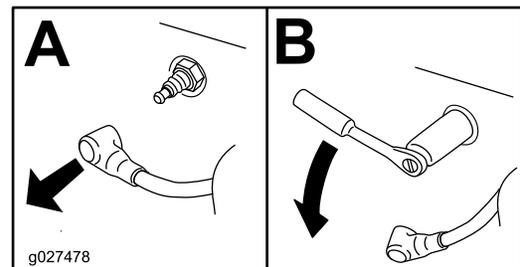

Figura 67
4. Localice y retire la(s) bujía(s), como se muestra en la Figura 67.